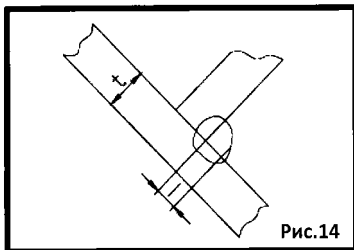

Рис.14
6.3. Параметры для сварки угловых швов в вертикальном положении (Рис.14).